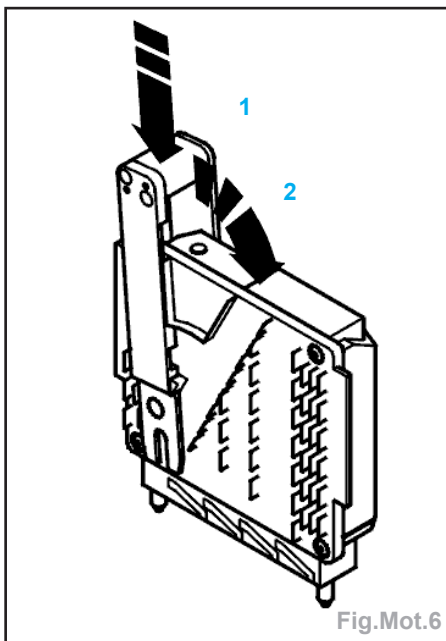

Fig.Mot.6
- Insérer l'outil **999 5722** autour du module de commande (Fig.Mot.6).